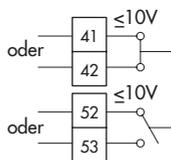

Bild 5: Anschlussbeispiele
- Freie Leitungsenden der Feldbarriere von Ch1 oder Ch2 und Ch3 (Kanal 1, 2 und 3) auf die zugeordneten Anschlussklemmen des Stellungsreglers führen (Bild 4 und Bild 5).